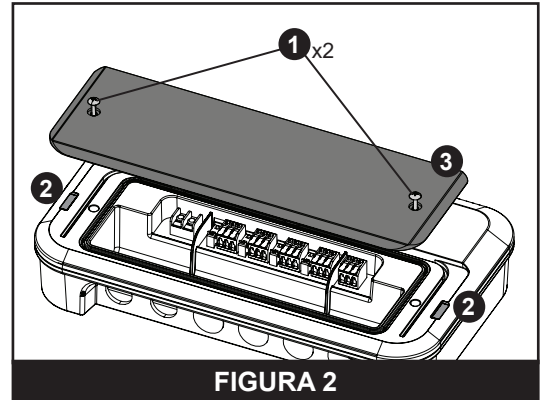

FIGURA 2
2. Afloje los dos *Tornillos de estrella de la cubierta de cableado (1)*. Consulte **FIGURA 2**.
3. Inserte suavemente un destornillador de punta plana en una de las *Ranuras (2)* de la *Cubierta de cableado (3)* y retire la tapa. Consulte **FIGURA 2**.